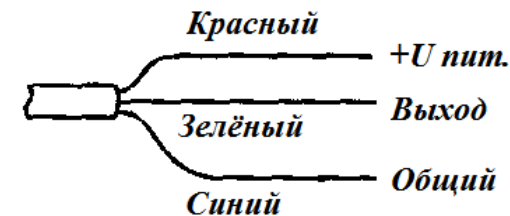

Рис. 2. Маркировка выводов и схема подключения датчика
5.1. Маркировка выводов и схема подключения датчика приведена на рис. 2